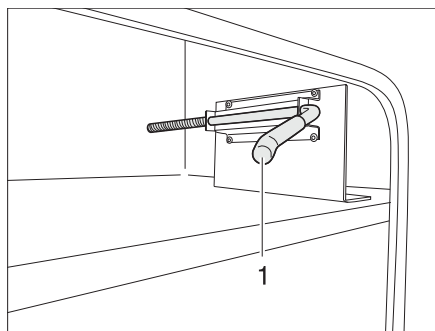

Fig. 54 Gancho de retención de trampilla exterior, posición inicial
- Extraer el gancho de retención (Fig. 54,1) con la otra mano.
- Empujar el gancho de retención con cuidado de regreso a la posición inicial (Fig. 54,1).